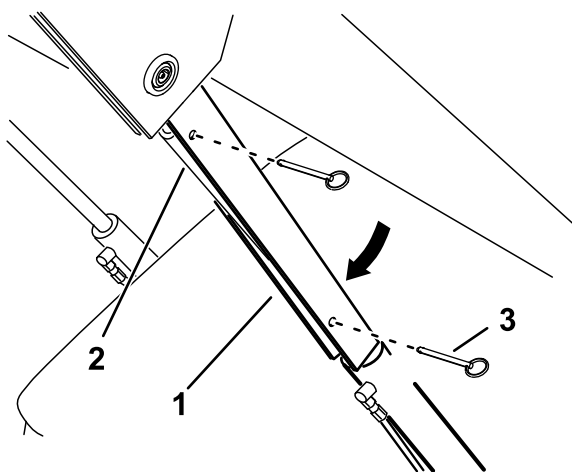

Рисунок 32
5. Поместите замок на шток гидроцилиндра подъема (Рисунок 32).